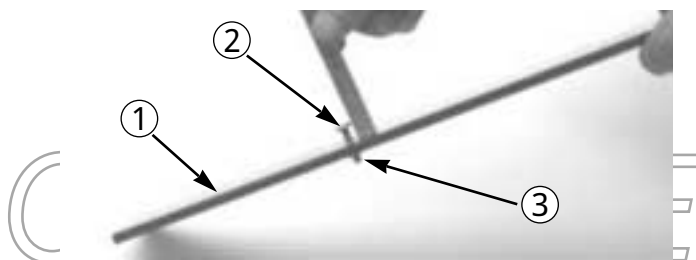

図 14
2. ゲージバー（図14）を所望の刈り高にセットする。バーの表面からネジ頭の下面までの距離が刈り高となる。